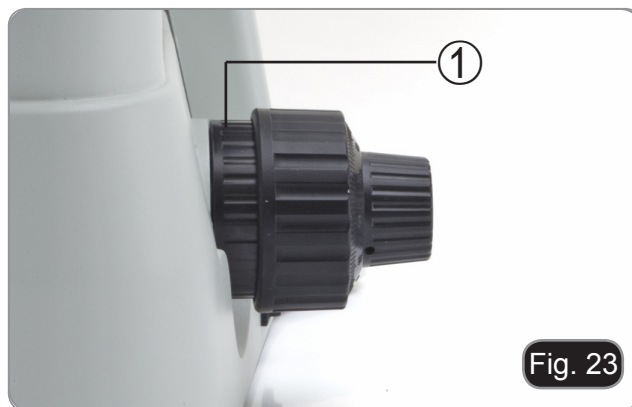

Fig. 23
1. Para alterar a tensão de acordo com a sua preferência pessoal, rode a porca de anel ①. (Fig. 23)